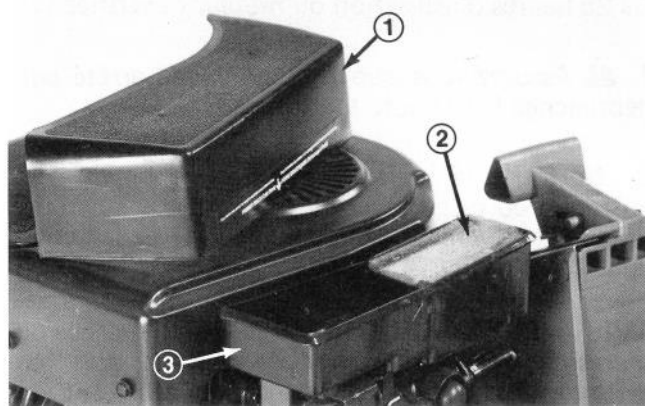

Figure 29
3. Examinez le fond de l'élément du filtre à air (Fig. 29). S'il est encrassé, l'élément doit être nettoyé.
Remarque: Avez soin de ne pas laisser de saleté pénétrer dans le boîtier du filtre à air (Fig. 29).
- D. Remettez l'élément dans le boîtier du filtre à air (Fig. 29).